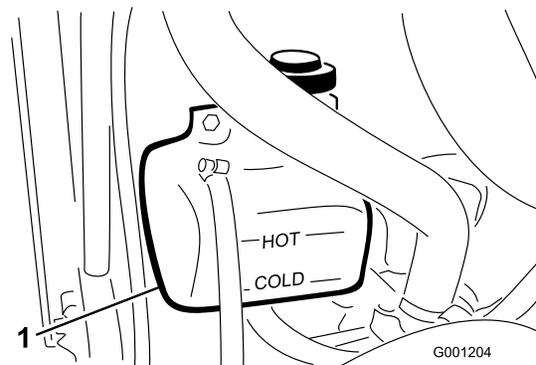

図 23
1. 液量の点検は補助タンクで行う (図 23)。タンク側面についている2本のマークの間にあれば適正である。